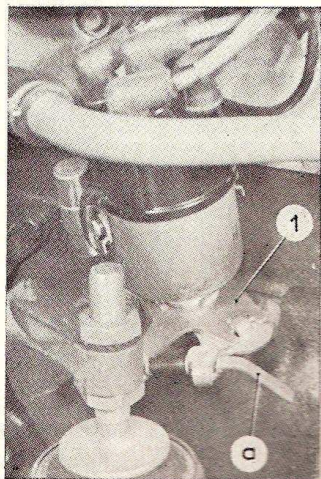

Fig. M 35.
— Positionner la commande d'avance (1) au milieu de sa course, la tige (a) dirigée vers le bas (fig. M 35).